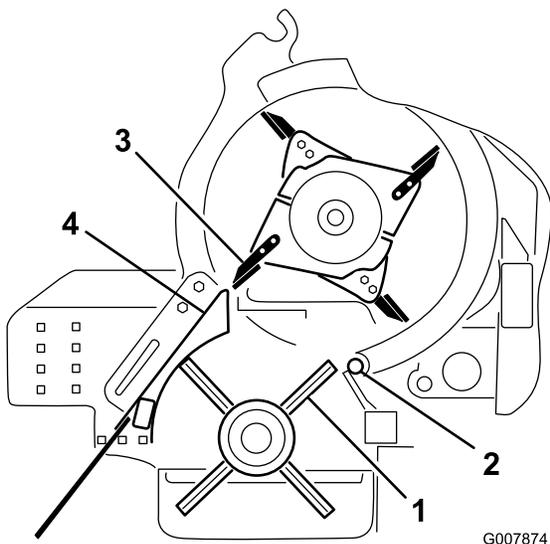

Figura 60
4. Gire la polea del cepillo hasta que se alinee un aspa del cepillo con el canto giratorio (Figura 60).
5. Gire la picadora hasta que se alinee una punta de cuchilla con el exterior del alojamiento del cepillo (Figura 60).